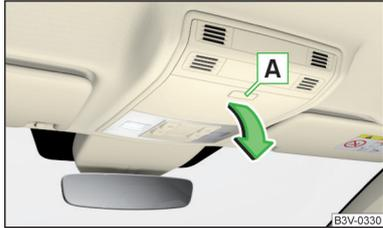

Abb. 111
- › Zum **Öffnen** die Taste  drücken. Das Fach klappt in Pfeilrichtung » Abb. 111.